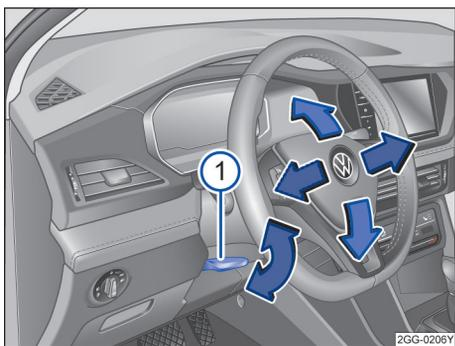

图 61 调节方向盘位置
- 将图示操纵杆→图 61①向下翻转。
- 将操作杆①用力向上推，直至锁止位置 →▲。